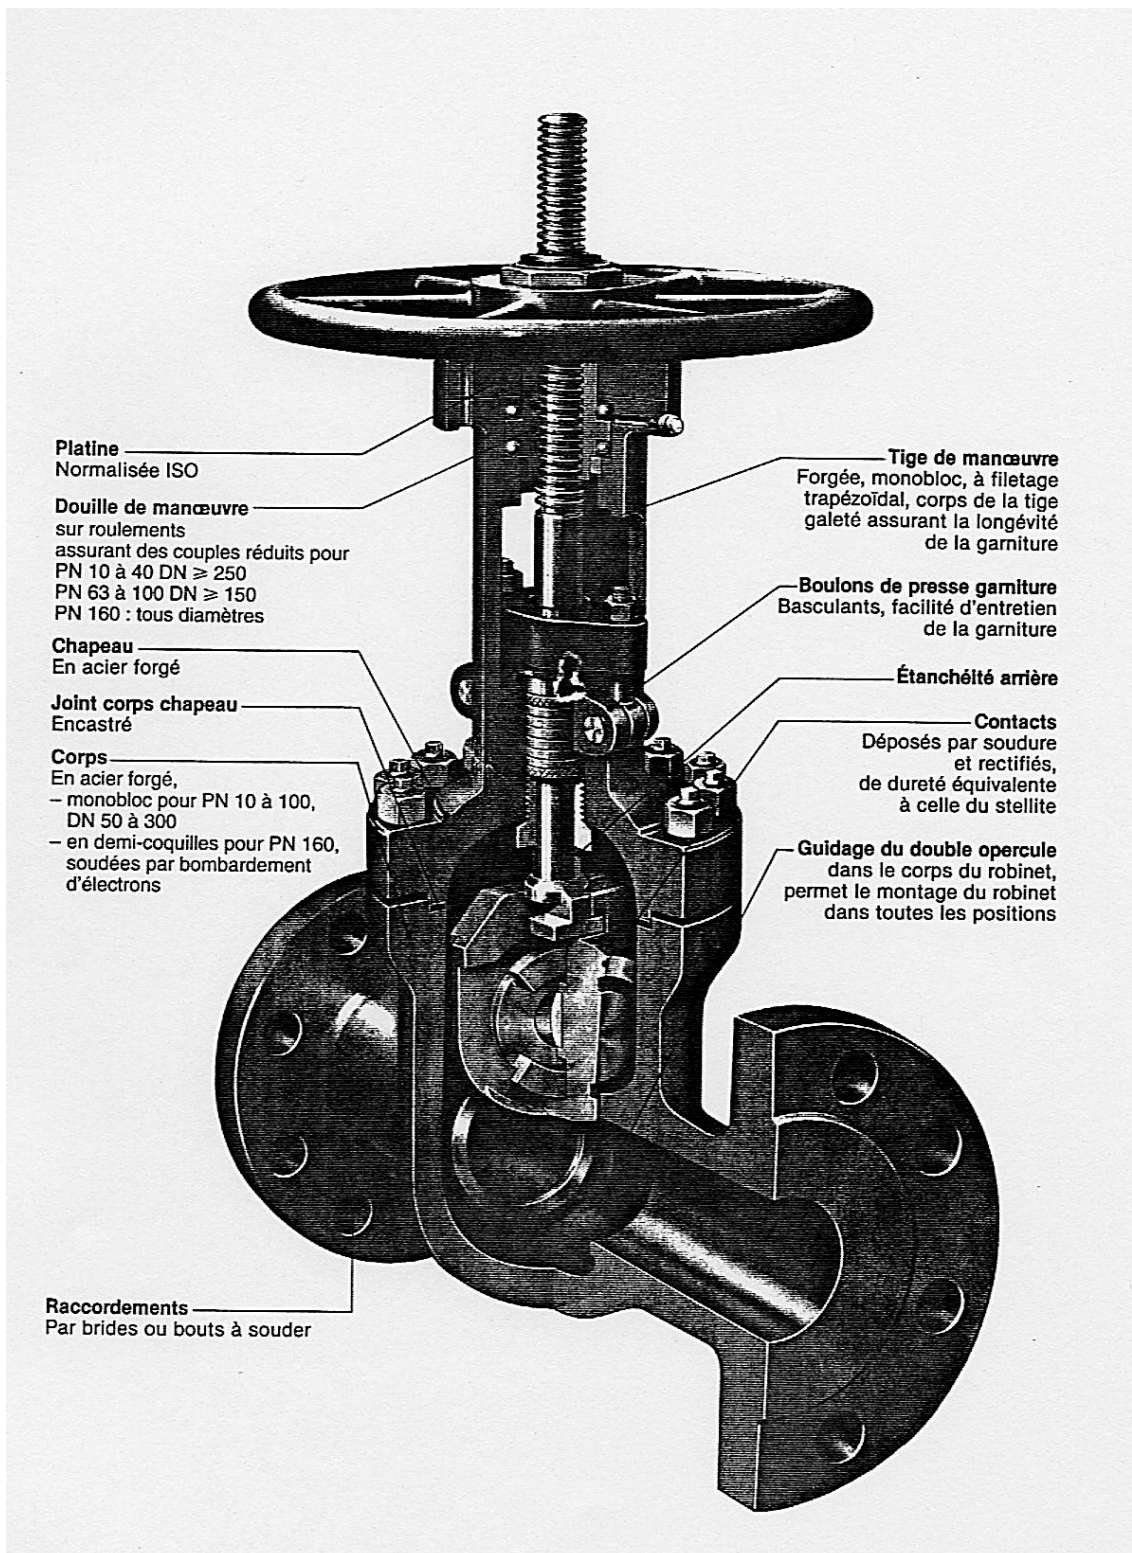

figure 5 : robinet-vanne [1]
- robinet-vanne (voir figure 5) ;
- **robinet - vanne (ou vanne)** (voir figure 5) : l'obturateur se déplace perpendiculairement à l'axe de l'écoulement du fluide.